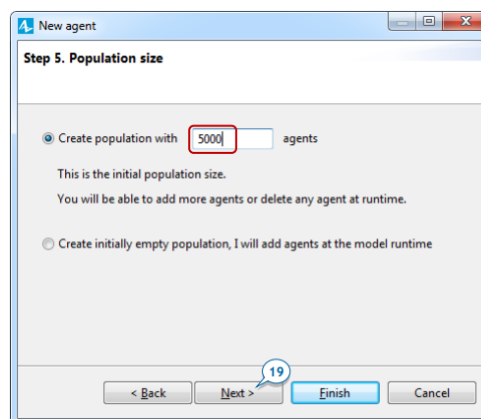

Рисунок 2.13 – Чисельність популяції
21. На сторінці «Розмір популяції» (*Size population*) введіть 5 000 у полі Створіть популяцію за допомогою ____ агентів, це дозволить створити 5 000 екземплярів типу «Споживач». Кожен екземпляр популяції буде моделювати конкретного агента-споживача. Хоча ми створили популяцію агентів, ми не побачимо анімаційних фігур із 5 000 осіб на головній діаграмі. Замість цього *AnyLogic* використовуватиме 5 000 агентів у популяції, яку ми назвали споживачами, щоб імітувати ринок під час запуску нашої моделі (рис. 2.13).